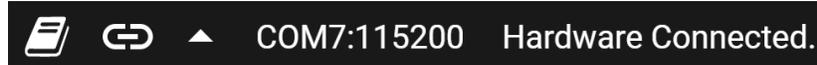

图 3-6. 硬件已连接
2. 将 EVM 连接到 GUI 后，关闭 README.md 文件页面。靠近 GUI 左下角的文本应为 *Hardware Connected*（请参阅图 3-6）。